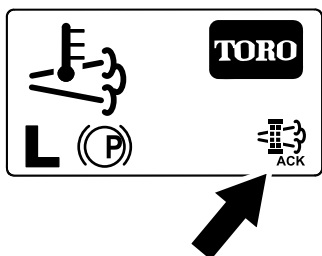

Figura 89
8. InfoCenter afiează ecranul de pornire i pictograma de confirmare a regenerării (Figura 89) apare în colul din dreapta jos al ecranului pe măsură ce procesele de regenerare sunt în curs de desfășurare.